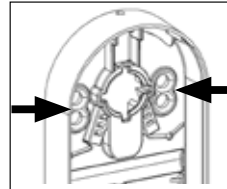

Abb. 3
- Um eine maximale Festigkeit zu erreichen, achten Sie auf ausreichenden Abstand zu vorhandenen Bohrungen in der Tür. Nutzen Sie keine vorhandenen Bohrungen. Je nach Zustand der Tür, wählen Sie hierzu mindestens zwei der vier Befestigungslöcher zum Verschrauben aus. (Abb. 3).